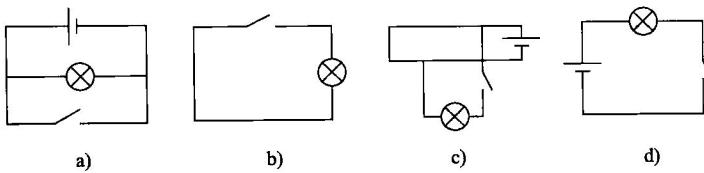

图 1-3 例 1-1 图
**【例 1-1】** 图 1-3 所示的电路中，哪个电路不完整，哪个电路有错误？